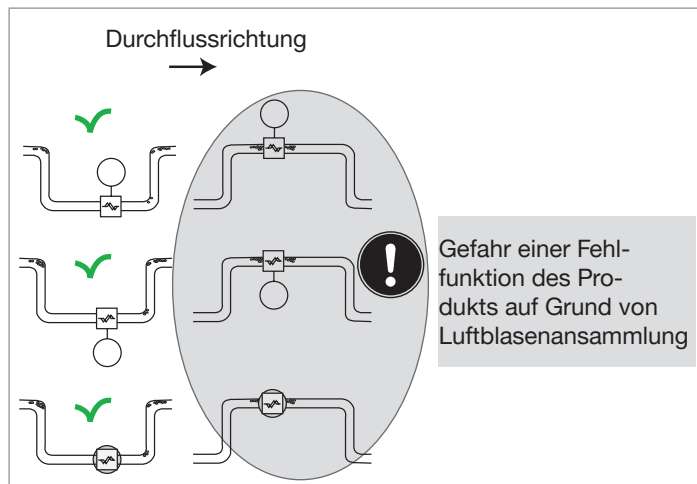
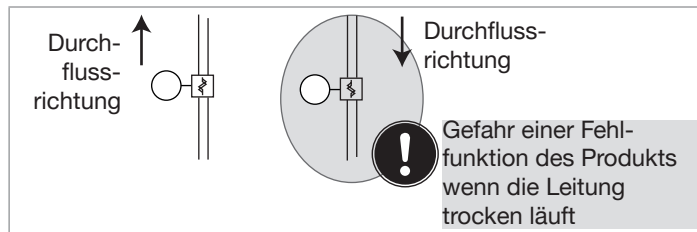

Abb. 13: Horizontale Einbaulagen
Abb. 14: Vertikale Einbaulagen
- Wie empfohlen, das Produkt in einem horizontalen Rohr zu installieren, wie dargestellt in Abb. 13 oder in einem vertikalen Rohr wie dargestellt in Abb. 14.